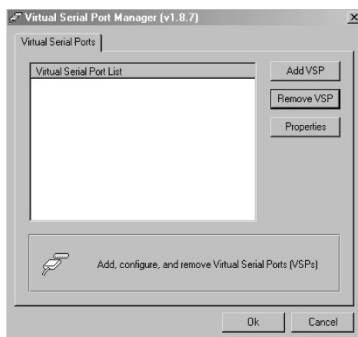

Рис. 8. Окно программы Virtual Serial Port Manager
2. Запустите программу «Virtual Serial Port Manager» (менеджер виртуального последовательного порта). Откроется окно настройки программы (рис. 8).